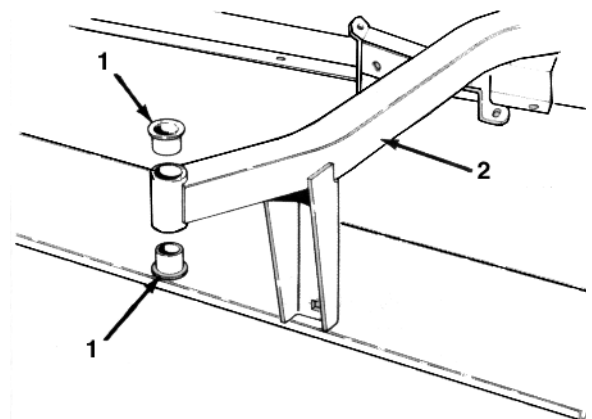

Figure 12
4. Monter une courroie sur la gorge de la poulie inférieure de l'axe gauche, glisser la courroie sous la plaque de montage de la poulie de tension et l'acheminer autour de la poulie de l'axe central. Pousser la poulie de tension en faisant levier pour tendre la courroie et serrer l'écrou à embase (Fig. 12).